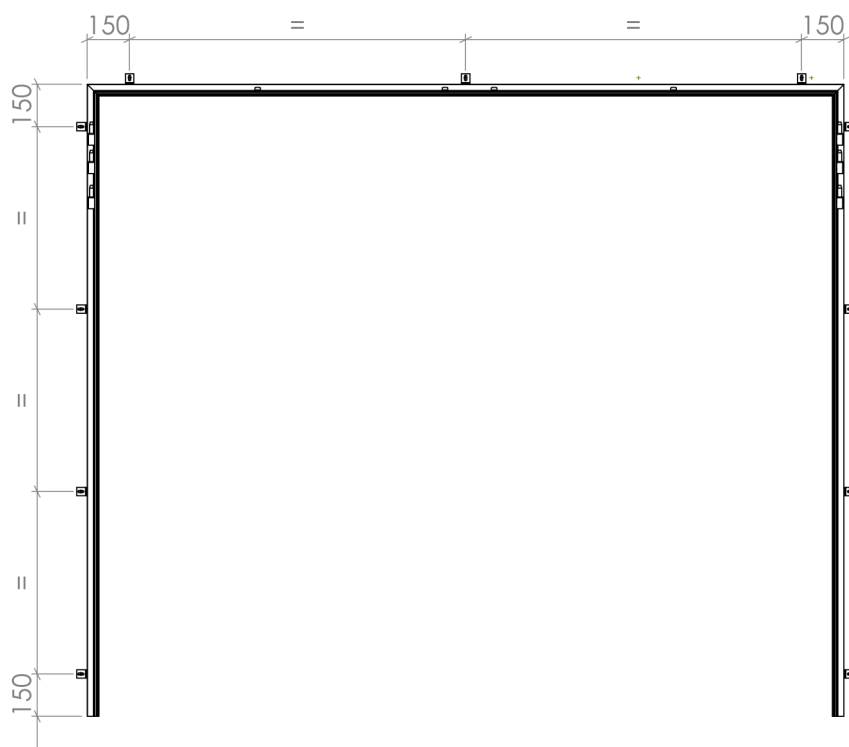

Figure 2.5
4. Une fois le dormant en position répartissez les équerres de fixation selon la Figure 2.5 et percez votre tableau.